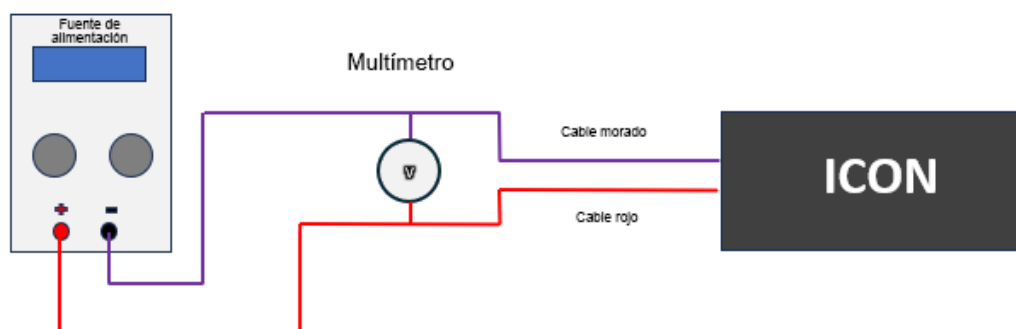

Fig.1 Diagrama de conexión
3. Monte el circuito de conexión de acuerdo con la «Fig. 1 Diagrama de conexión».